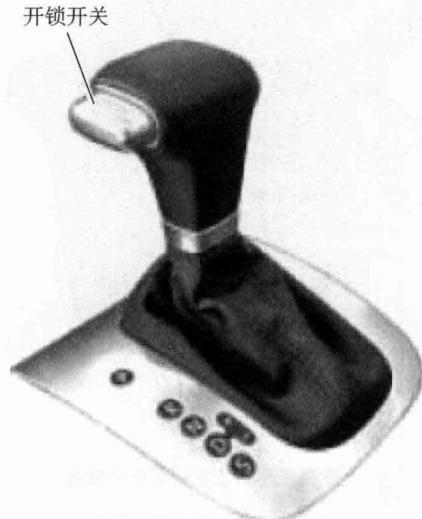
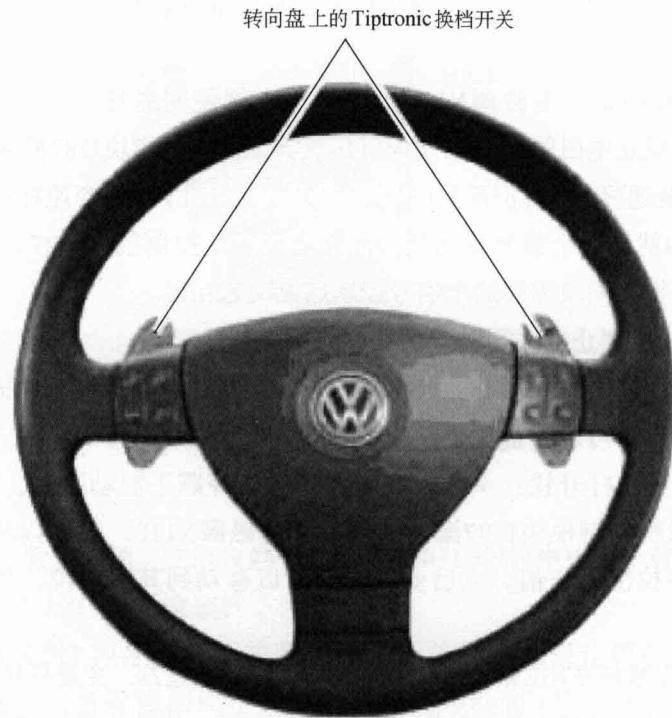

图2-1 变速杆开锁开关
图2-2 转向盘上的Tiptronic换档开关
变速杆的操作与配置自动变速器的车辆一样。0AM七速直接换挡变速器也提供了手自一体Tiptronic转换的可能性，如图2-1和图2-2所示。
1) P位：驻车档。必须打开点火开关，踩下制动踏板，并且按住换档开锁开关，变速杆才能离开驻车档位置，如图2-1所示。